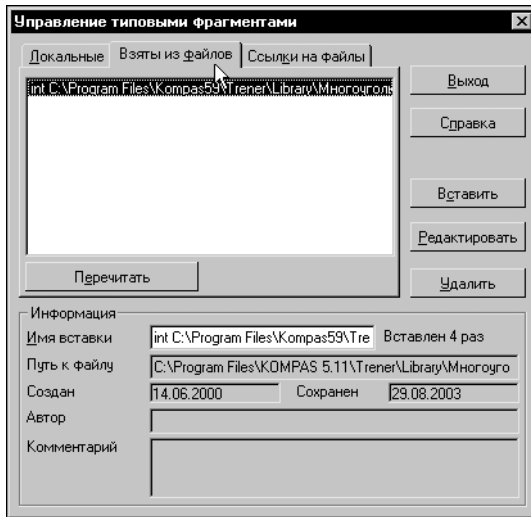

Рис. 45.18. Перечень локальных фрагментов, вставленных способом **Взять в документ**
11. Активизируйте вкладку **Взяты из файлов** (рис. 45.18).